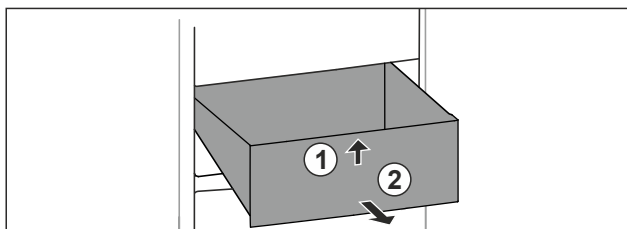

Fig. 30
- Nadzvedněte zásuvku vpředu. Fig. 30 (1)
- Vyjměte zásuvku dopředu. Fig. 30 (2)